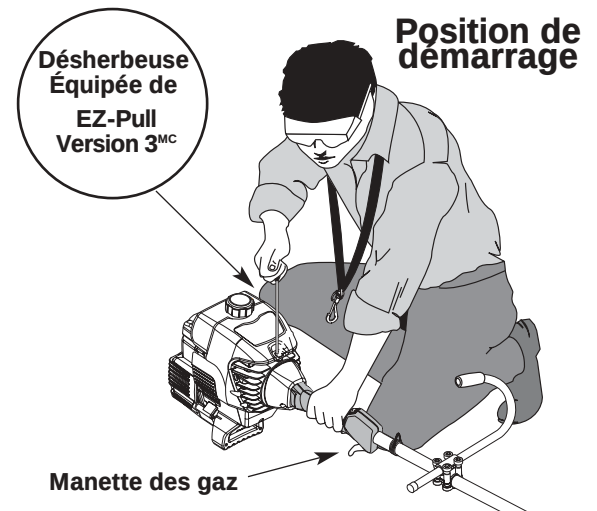

Fig. 18
AVERTISSEMENT: évitez tout démarrage accidentel. Tenez-vous en position de démarrage lorsque vous tirez sur la corde de démarrage (Fig. 18). L'opérateur et l'appareil doivent tous deux être en position stable pour éviter des blessures graves.
4. Accroupissez-vous en position de départ et **n'appuyez pas sur la manette des gaz** (Fig. 18). Tirez le cordon de démarrage d'un **mouvement contrôlé et ferme** jusqu'à ce que le moteur essaie de démarrer. Répétez jusqu'à ce que le moteur démarre.